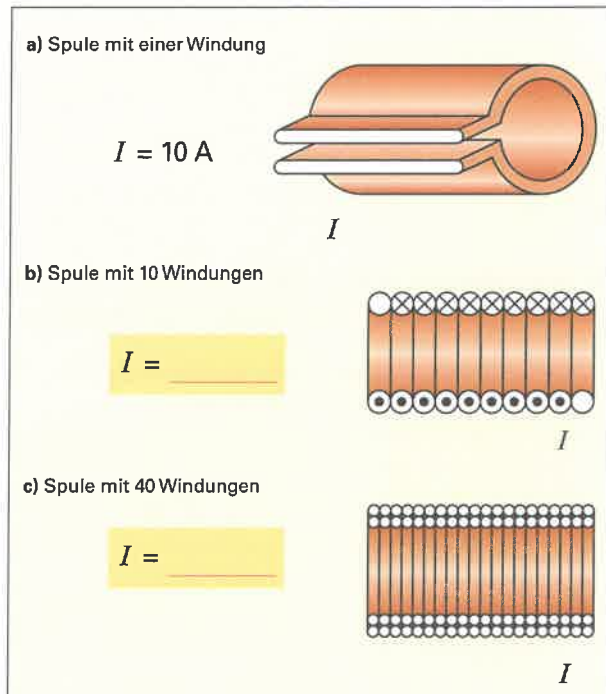

Bild 1: Durchflutung von Spulen
4. Die drei Luftspulen im **Bild 1** sollen magnetisch gleichwertig sein. Ergänzen Sie die notwendigen Stromstärken für die Spulen **b)** und **c)**.